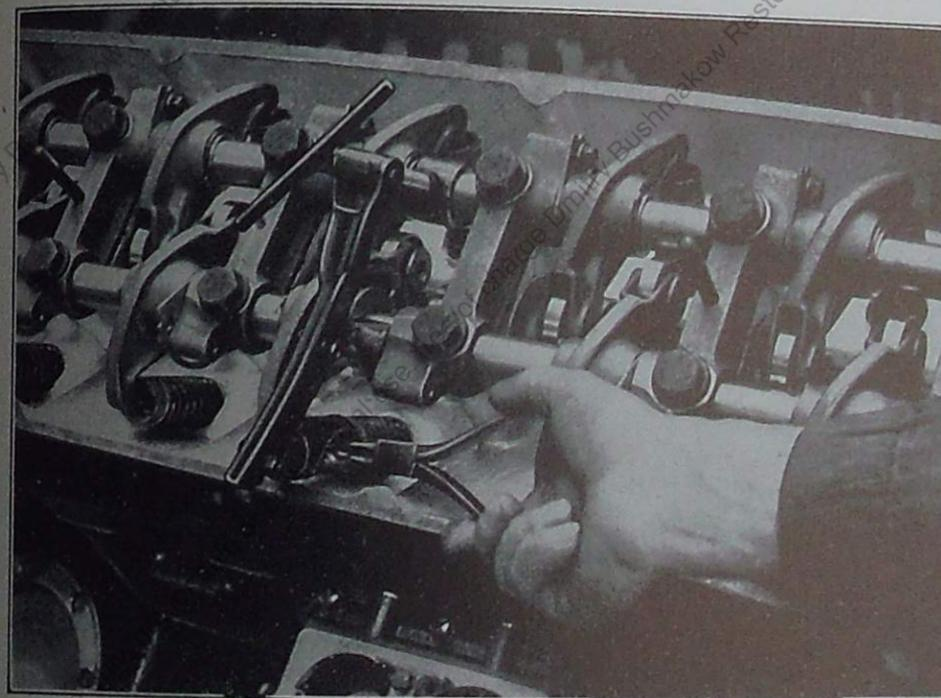

Abb. 18 Auswechseln einer Ventilfeber
2. Auswechseln von Ventilfebern (Abb. 18).
die Markierung für den betreffenden Zylinder auf dem Schwungrad erscheint. Kipphebel lösen und beiseite schieben. Mit dem Sonderwerkzeug (Abb. 18) Ventilfeber niederdrücken und Klemmkonen herausnehmen. Beim Durchdrehen auf Kurzschließen der Zündung achten.